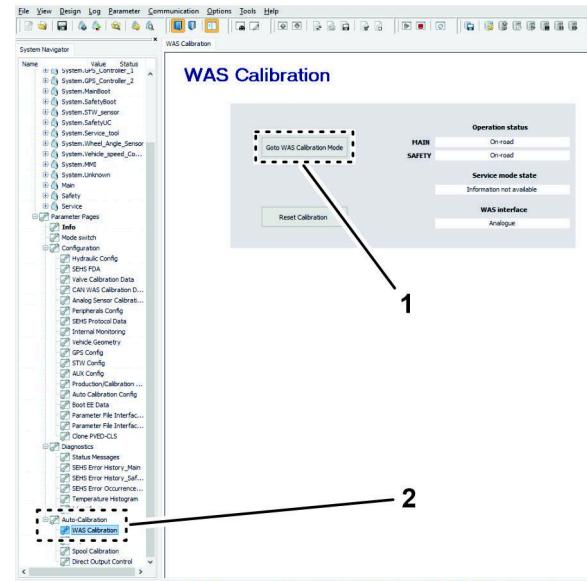

Bild 147
10. Navigieren Sie auf der Registerkarte „System Navigator“ zum Verzeichnis AUTO CALIBRATION [Auto-Kalibrierung], und klicken Sie auf das + Symbol (Bild 147).
11. Klicken Sie auf das Symbol WAS CALIBRATION [WAS-Kalibrierung] (Bild 147).
2. Klicken Sie auf dem Bildschirm WAS CALIBRATION [WAS-Kalibrierung] auf das Symbol GOTO WAS CALIBRATION MODE [Gehe zu WAS-Kalibrierungsmodus] (Bild 147).